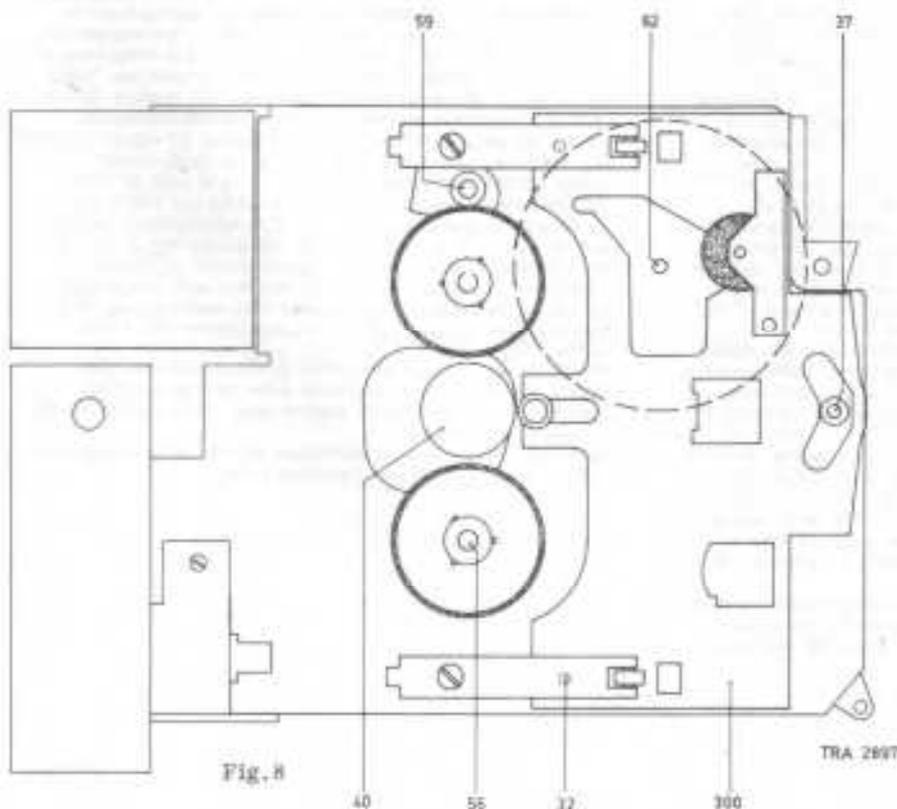

Fig. 8
**Instructions de lubrification (voir fig. 8)**